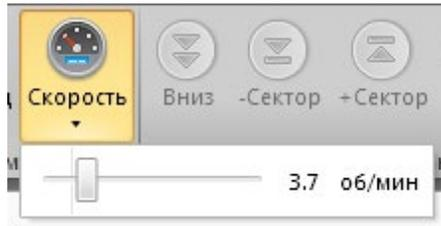

Рисунок 14
3. Выбрать скорость вращения стола (в оборотах в минуту) с помощью слайдера «Скорость» (рис. 14). Для контроля скорости рекомендуется запустить вращение стола с помощью кнопки ►►